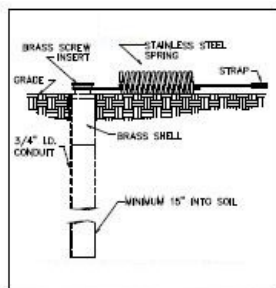

Figura 5
Step 3: Inserire il tubo (o condotto) nel foro fino a che sia allineato allo stesso livello del suolo, come illustrato in figura 5. Mettete un pezzo di legno o di un altro materiale sopra l'estremità del tubo prima di inserirlo per evitare di danneggiare il sistema di ancoraggio.